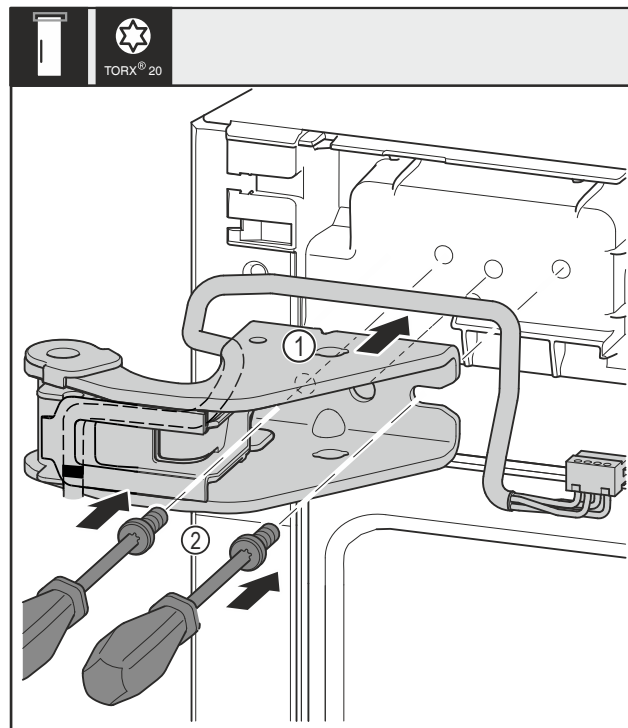

Fig. 35
- Aplicați suportul de lagăr superior Fig. 35 (1).
- Introduceți și înșurubați ferm șuruburile Fig. 35 (2) cu șurubelnița.